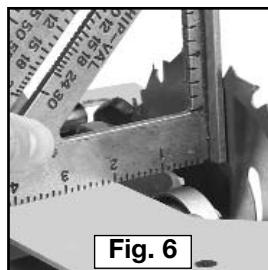

Fig. 6
2. Renversez la scie, rétractez le protecteur télescopique et vérifiez l'équerre de la lame (Fig. 6).